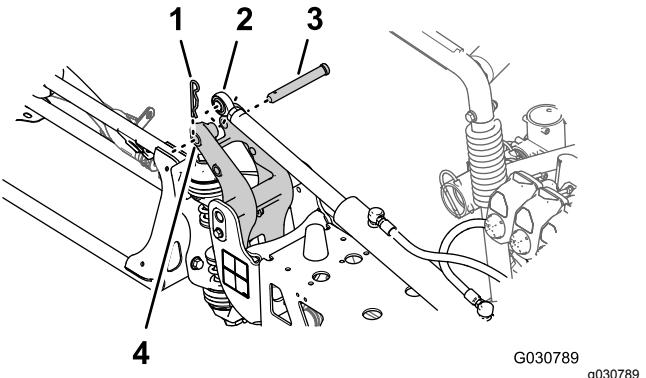

Рисунок 122
- Совместите конец штока подъемного цилиндра с отверстием диаметром 25 мм (1 дюйм) в выступе крепления оси поворота (Рисунок 122).
- Прикрепите подъемный цилиндр к креплению оси поворота при помощи шплинтующего штифта и шплинта (Рисунок 122), снятых при выполнении пункта 2 раздела Демонтаж подъемных цилиндров \(страница 22\).